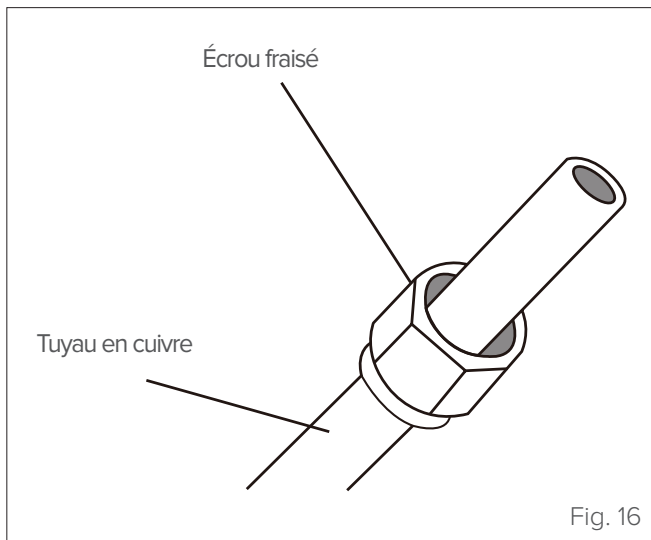

Fig. 16
- 3 Placer un écrou fraisé à chaque extrémité du tuyau. S'assurer que les écrous sont orientés dans le bon sens, car après l'évasement, il ne sera plus possible de les appliquer ou de changer leur direction (voir « Fig. 16 »).